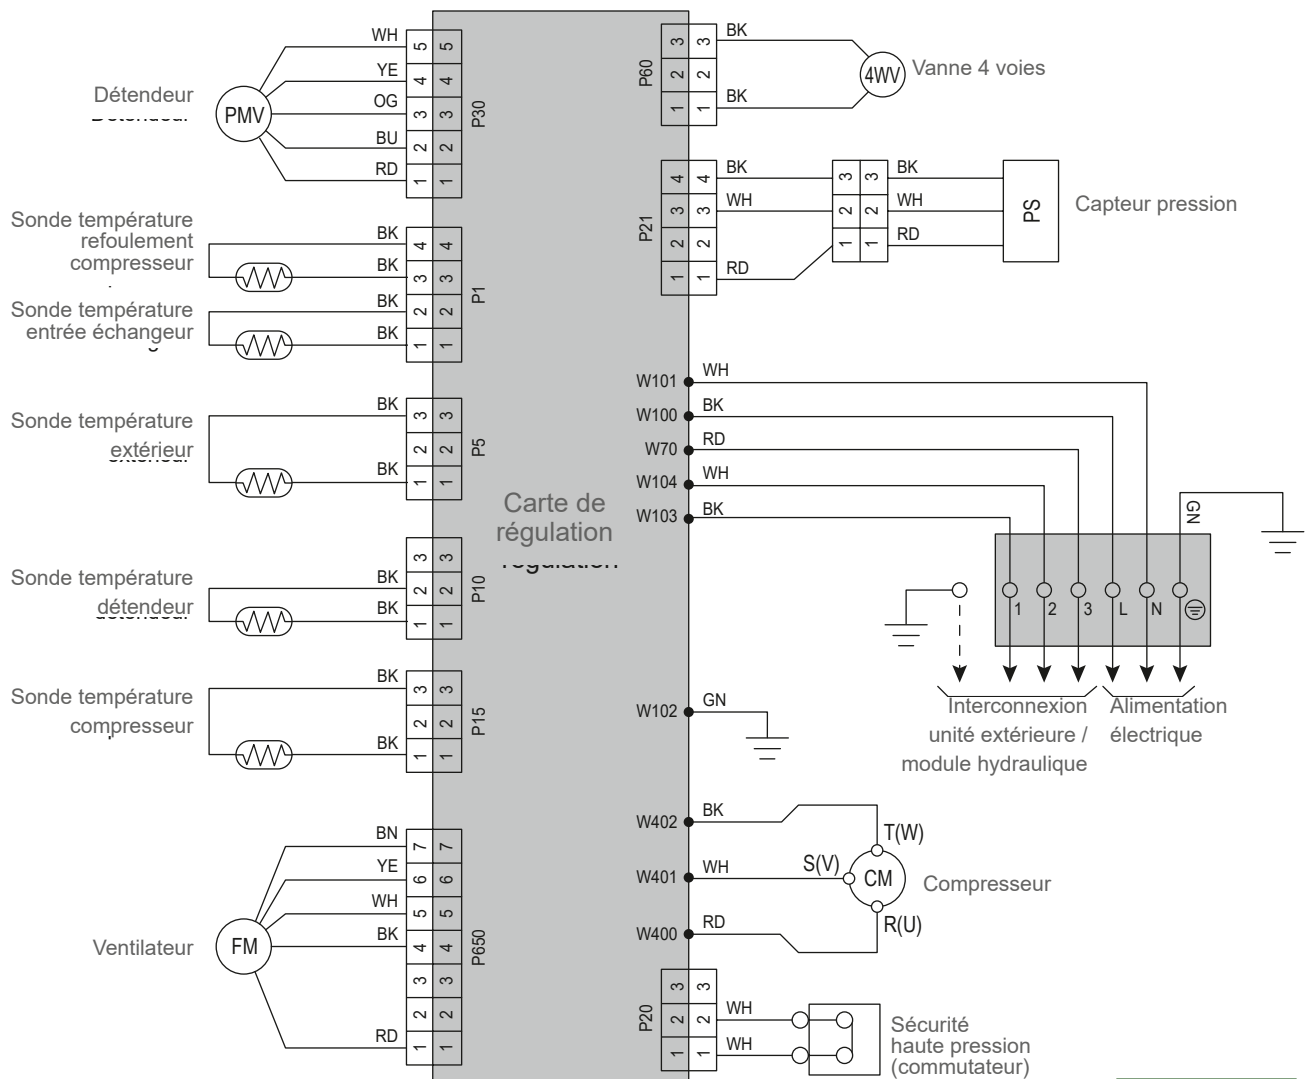

fig. 46 - Câblage électrique unité extérieure modèles 3, 5, 6 et 8
- Retirer le bouchon de protection (B) de l'orifice de charge (Schrader) de la vanne gaz (gros diamètre).
- Raccorder le flexible haute pression du *Manifold* sur l'orifice de charge (fig. 46).